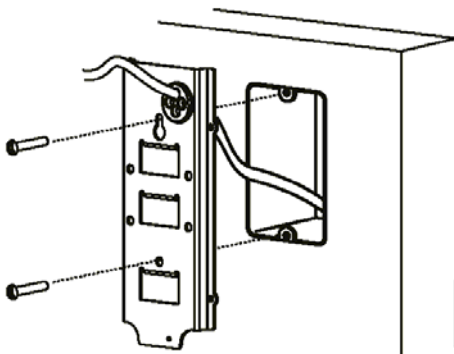

fig. 7.1a
- Far passare il cavo di collegamento nel foro della piastra di fissaggio e fissare la piastra al muro con le viti (fig. 7.1a).
- Pass the connecting cable through the hole in the fixing plate and then fix the plate to the wall with the screws (fig. 7.1a).
- Faire passer le câble de raccordement dans le trou de la plaque de fixation et fixer la plaque au mur avec les vis (fig. 7.1a).